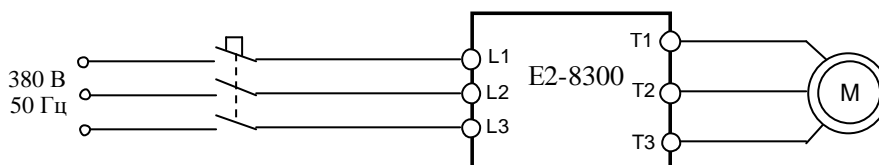

Рис. 4.14. Схема проверки на электродвигатель.
4.13.1. Подключить преобразователь, как показано на рис. 4.14.